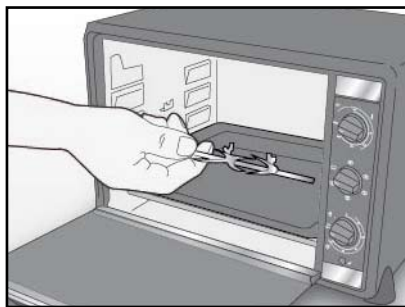

Fig. 3
- Fare scivolare uno dei forchettoni sullo spiedo (E) (le due punte verso l'interno) e avvitare per bloccarlo. Legare con lo spago l'arrosto (carne, pollo, ecc.) e infilzarlo facendo attenzione a centrare bene la carne, poi fare scivolare il secondo forchettone con la punta sempre verso l'interno. Svitare se necessario il primo forchettone per centrare l'arrosto sullo spiedo e bloccare i due forchettoni.
- Togliere la griglia (C) del forno e posare la leccarda (D) su un livello (F) inferiore al posizionamento dello spiedo (E).
- Introdurre l'estremità appuntita dello spiedo (E) nella cavità situata nella parete destra fissandola all'asse motore. Appoggiare l'estremità opposta sul supporto dello spiedo posizionato sulla parete sinistra (Fig. 3).
- Inserire la spina nella presa di corrente e, tramite la manopola selezione funzioni (H), selezionare il tipo di cottura desiderato: